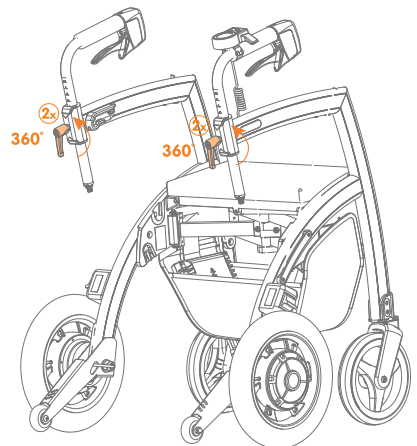
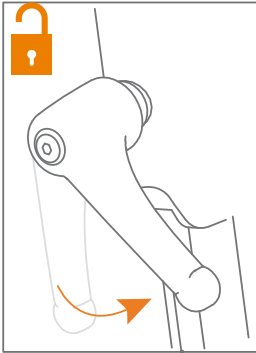

Abbildung 19: Lösen Sie die Einstellgriffe.
Abbildung 20: Drehen Sie sie gegen den Uhrzeigersinn.
- a. Lösen Sie die Einstellgriffe an den Griffen gegen den Uhrzeigersinn (**Abbildung 19**) und (**Abbildung 20**).